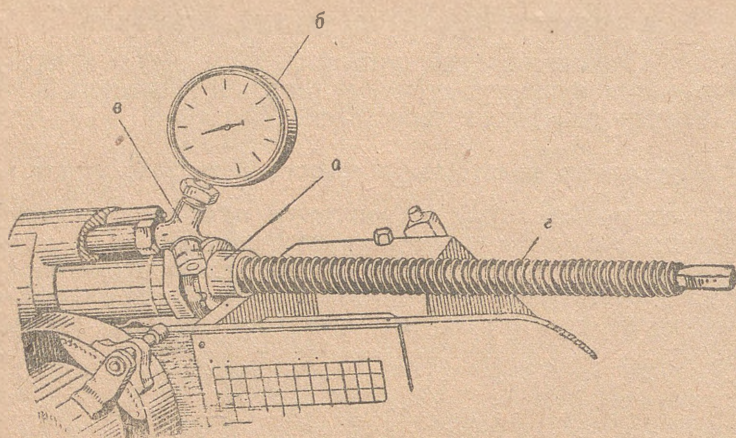

Рис. 57. Определение количества жидкости в накальнике:
2. На место крышки ввинтить матку *a* прибора для определения количества жидкости в накатнике (прибор имеется в ЗИП) (рис. 57).
3. Вынуть стопорную проволоку 19 (рис. 30), вывинтить ключом *Сб. 060705* пробку 43 из гнезда под тройник и на её место ввинтить тройник. Вывинтить из остротка тройника пробку и на её место ввинтить манометр (рис. 57).
5. Надев на конец винта *г* (рис. 57) прибора ключ *Сб. 41-40*, ввинтить винт в матку до первой риски.